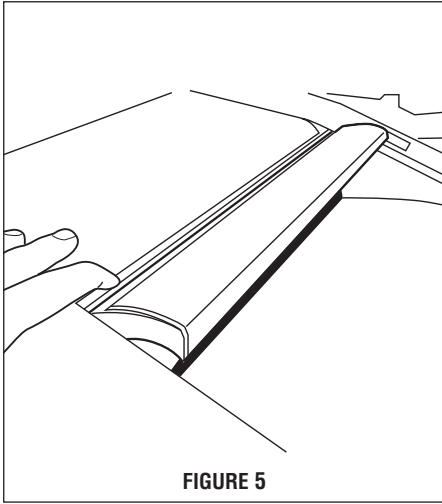
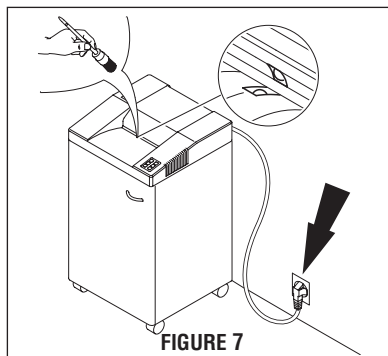

FIGURE 5
FIGURE 7
**FIGURE 5.** Un écran est fourni comme protection supplémentaire. Si vous devez dégager les débris ou accéder au capteur optique selon la description de la figure 7, poussez tout simplement sur le dessus de l'écran pour donner accès.
Pour la meilleure performance, il est recommandé d'huiler les lames de coupe lorsque vous remarquez une capacité réduite de déchetage. Suivez les étapes suivantes pour huiler les lames de coupe (**voir la figure 5**)
L'appareil ne s'arrête pas (voir la fig. 7)	Retirez la fiche. Nettoyez la cellule photoélectrique avec une petite brosse.